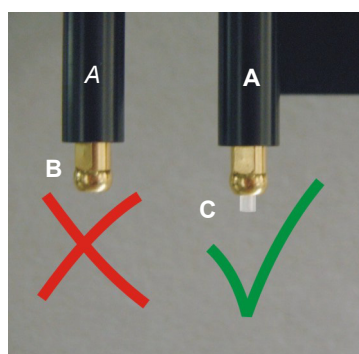

Fig. 7-35 Tubo de pipeteo MultiSense
- ♦ Asegúrese de no insertar nuevamente el tubo en el interior del adaptador de puntas. Tiene que sobresalir como se muestra en la Fig. 7-35 "Tubo de pipeteo MultiSense", Fig. 7-64.